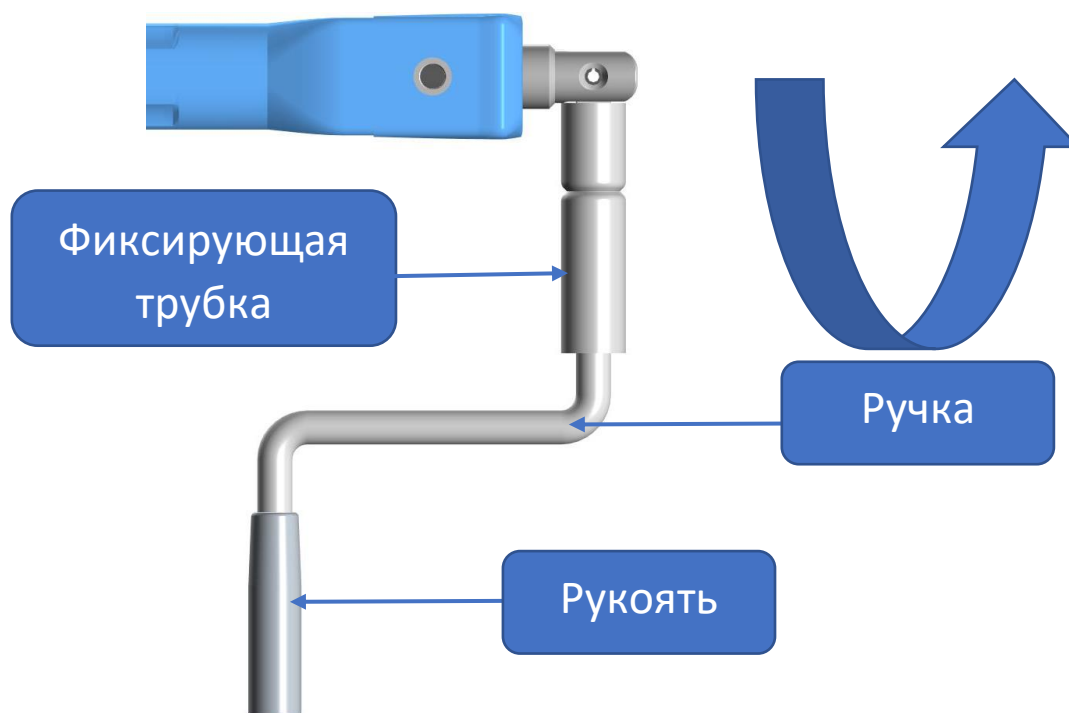

Рис. 6
* Для приведения механизма регулировки секций в рабочее состояние достаточно установить ручку в горизонтальном положении. (Рис. 6)